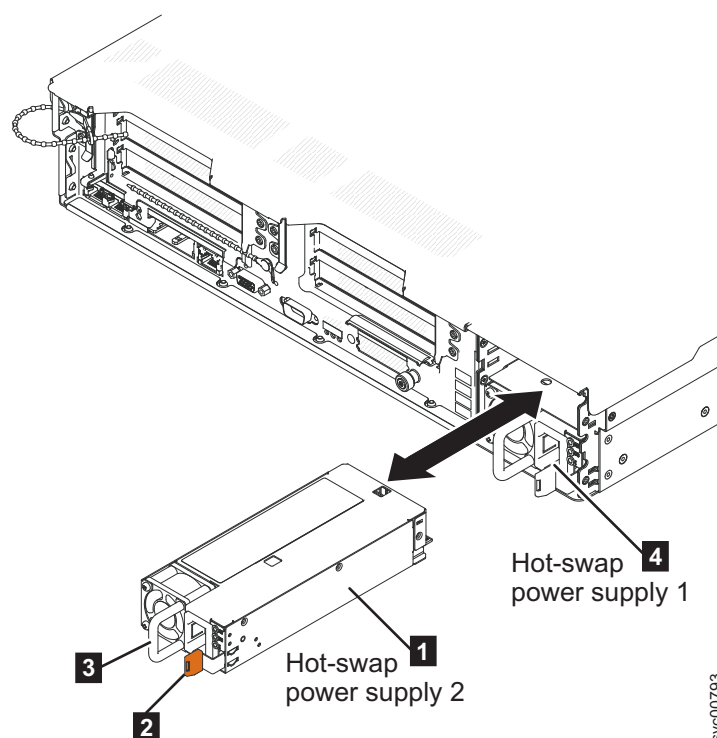

Figura 138. Removendo a Fonte de Alimentação do SAN Volume Controller 2145-DH8
5. Pressione e segure a guia de liberação para a esquerda e, em seguida, segure a alça e puxe a fonte de alimentação para fora do nó, como mostrado em Figura 138.